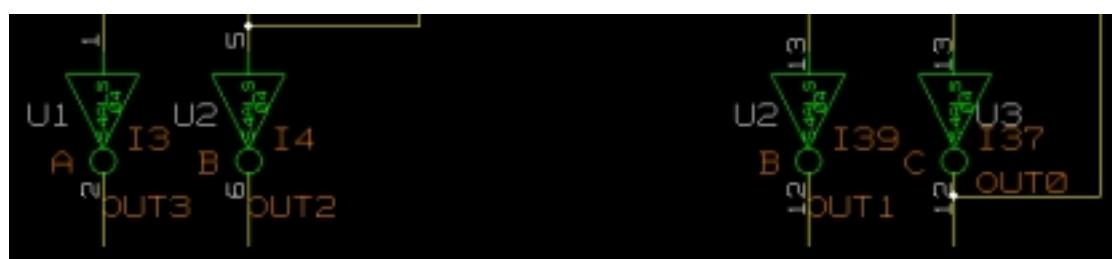

图 4.5
3. 结果如图 4.5，I3（U1）与 I37（U3）被单独封装，而 I4 与 I39（U2）被封装在一起。